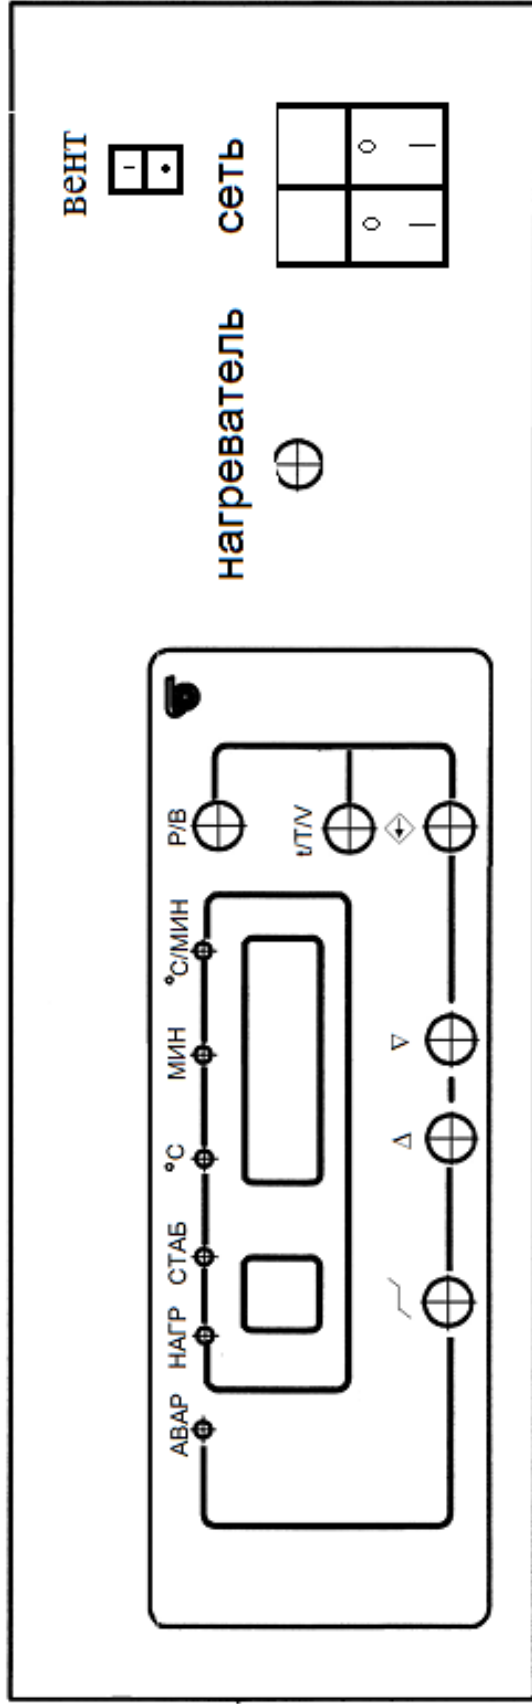

Рисунок 1 – Панель управления электропечи с принудительной вытяжкой (ЭКПС-50/1250)
8.3. Включить выключатель «СЕТЬ», находящийся на лицевой панели пульта управления электропечи (рисунок 1), при этом на цифровом индикаторе «» загорится «1» (первая ступень). Цифровые индикаторы, на которые выводится значение параметра, начинают мигать – регулятор находится в режиме «ВВОД». Включен индикатор параметра – «°C».